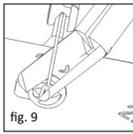

fig. 9
■ **fig. 9** Til slutt klippes skaftet av hodeplaten ved hjelp av den lille kuttetangen (REF 8000 171). Den tappen som dermed oppstår på hodeplaten, er til hjelp under den senere fikseringen av transplantatet mellom hodeplaten og trommehinnen, og den forebygger dislokasjon etter operasjonen. Tappens lengde kan varieres, men den bør være i samsvar med tykkelsen på det planlagte transplantatet.